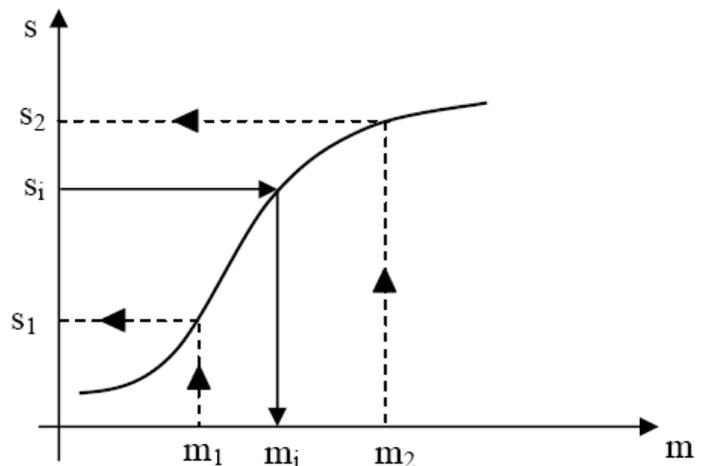

Figure 7 : Courbe d'étalonnage d'un capteur
❶ Pour un ensemble de valeurs de  $m$  connues avec précision, on mesure les valeurs correspondantes de  $s$  ce qui permet de tracer la courbe  $s = f(m)$  appelée **courbe d'étalonnage** du capteur.
❷ La courbe d'étalonnage permet d'associer à toute valeur mesurée de  $s$ , la valeur de  $m$  inconnue (figure 7).